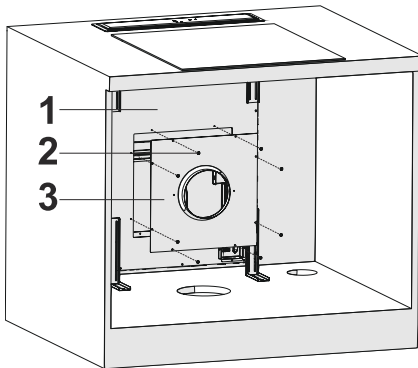

Fig. 16
9. ► Montera denna metallplatta med Ø150mm hål på fläkten med 8x 3,5x9,5 skruvar (Fig. 16).